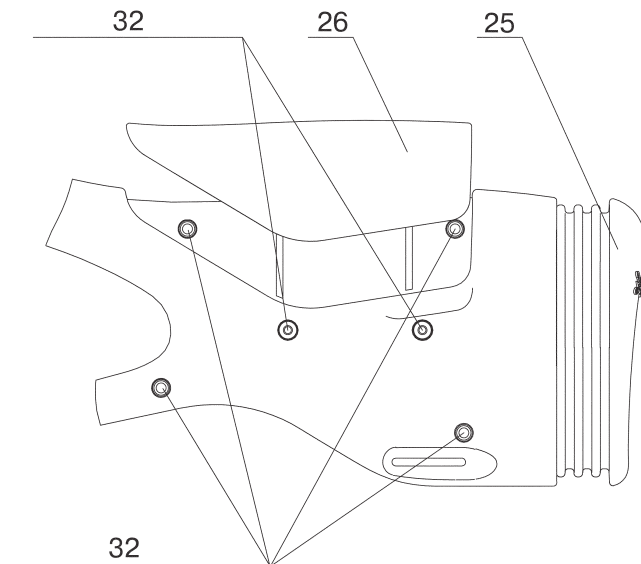

Рисунок 8 – Регулируемая щека и регулируемый затыльник приклада
3.5 Карабин с пластмассовой ложей оснащен регулируемой щекой и затыльником приклада (рисунок 8).